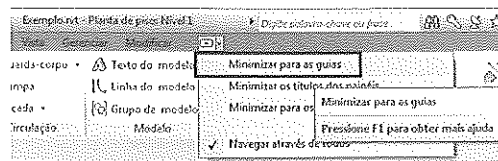
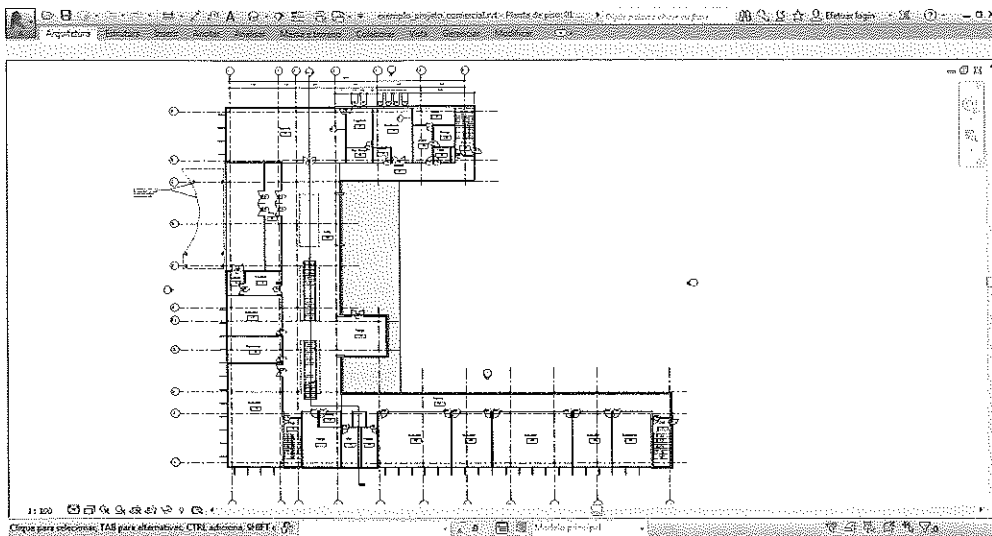

Figura 2.17 – Botão Minimizar para as guias.
Figura 2.18 – Tela gráfica aumentada.
6. Para aumentar a área gráfica e visualizar projetos muito grandes, feche o **Navegador de projeto (Project Browser)** e a janela **Propriedades** e esconda a **Ribbon** clicando no botão **Minimizar para as guias**, Figura 2.17. O resultado é semelhante à Figura 2.18.